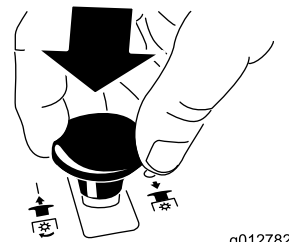

図 11
- ブレード制御スイッチPTOを押してOFF下位置にする 図 11。